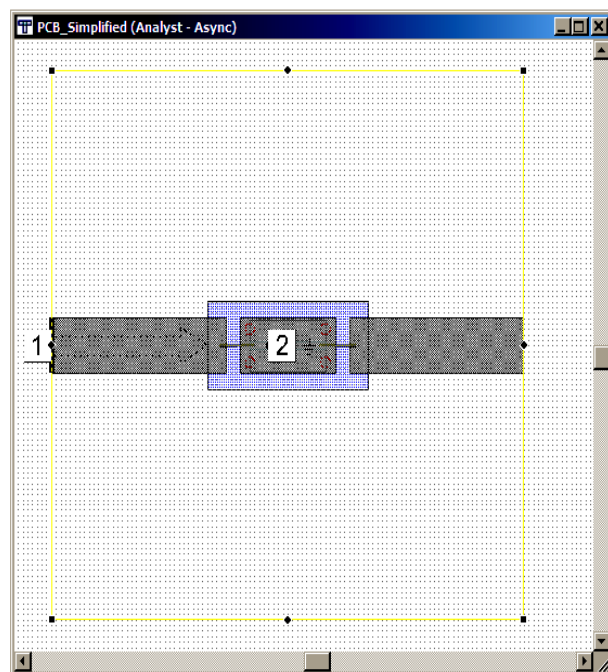

Рис. 86
1. Дважды щёлкните по какой-нибудь стороне граничной формы. В центрах сторон и по углам появятся небольшие ромбики и квадратики, как показано на рис.86.